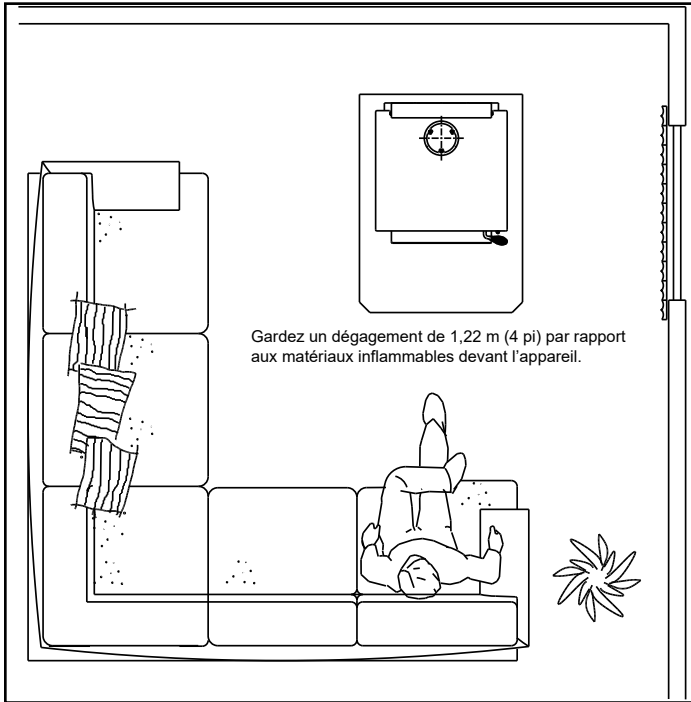

Figure 14.1
3. **Emplacement du disque d'arrêt:** Si le ventilateur soufflant se met en marche et s'arrête à des températures indésirables, placez le disque d'arrêt à un autre endroit de la zone désignée à l'arrière de l'appareil (**Figure 14.1**). Un interrupteur ayant priorité sur le disque d'arrêt peut être utilisé pour désactiver ce dernier si nécessaire.